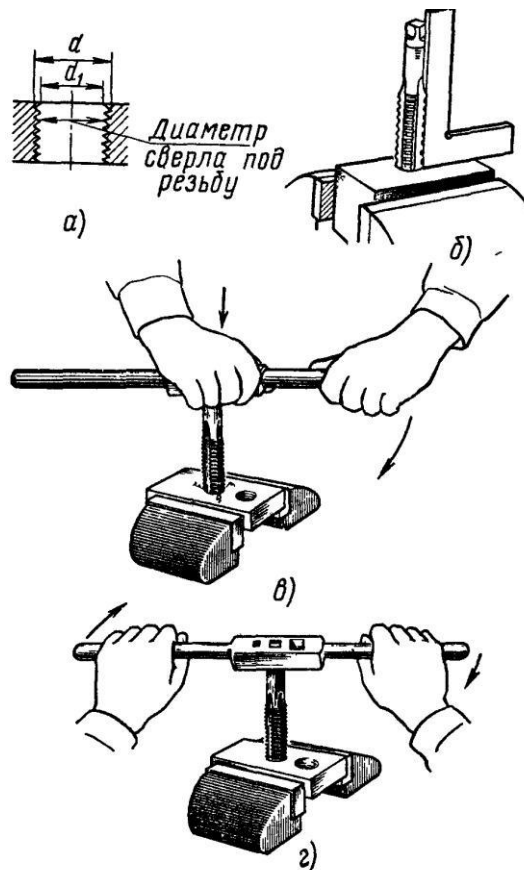

Рис. 84. Нарезание резьбы в сквозных отверстиях:
1. Изучить чертеж. Определить систему резьбы, диаметр и шаг (рис. 84, а).
13.левой рукой нажимать на вороток вдоль оси, правой рукой поворачивать его вправо (при правой резьбе), пока метчик не врежется на 1 - 2 витка в отверстие (рис. 84, в) и не
14. Взять вороток за рукоятки двумя руками и вращать по направлению резьбы с перехватом рук через каждые полуоборота (рис. 84,г), делать 1- 2 оборота в обратную сторону, что способствует обламыванию и выпаданию стружки из отверстия и тем предупреждает заедание инструмента. Не следует при нарезании резьбы прилагать большие усилия (особенно для резьбы с мелким шагом). Это приводит к выкрашиванию зубьев или к поломке метчика. Если инструмент идет туго (просверлено малое отверстие, канавки забиты стружкой), нужно вывернуть метчик, выяснить причину и устранить ее.